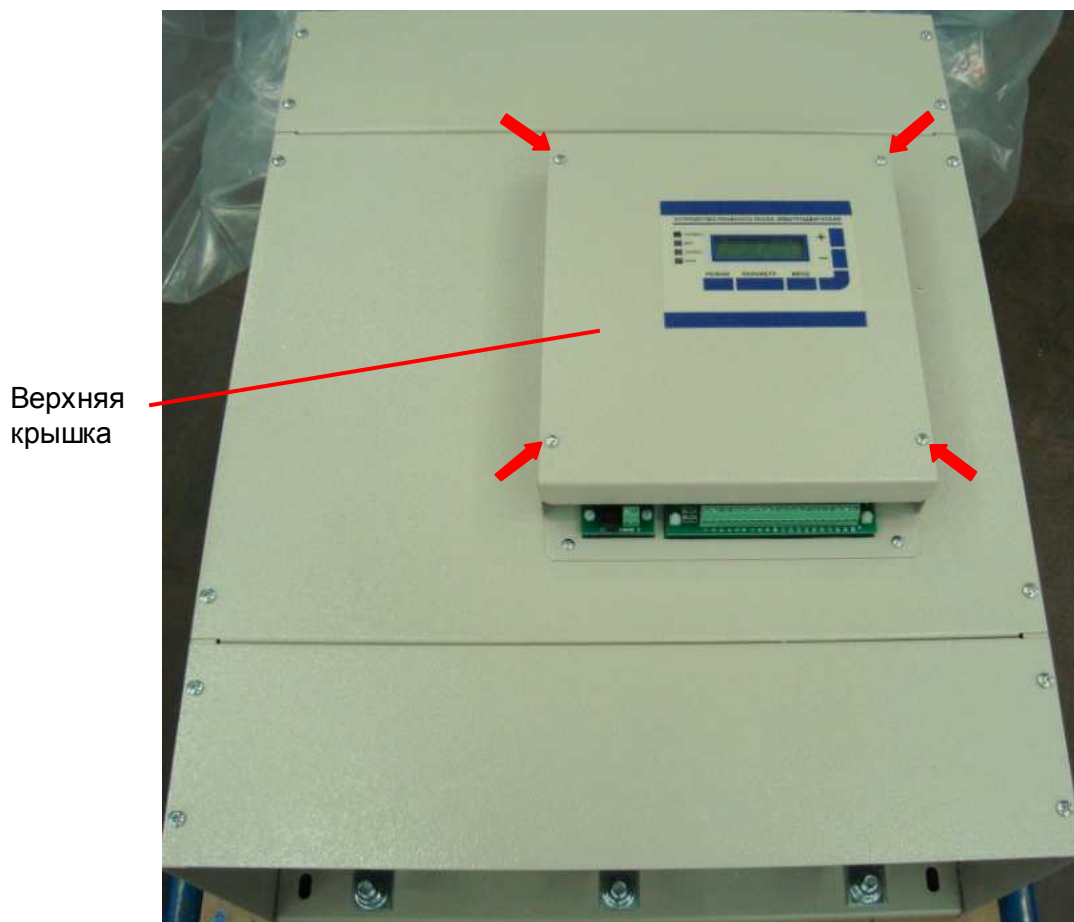

Рис. 6.1
6.1.2 Выкрутить четыре винта (рис. 6.1, красные стрелки), демонтировать верхнюю крышку. Положить винты и крышку в тару.